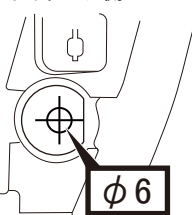

図4 脚部裏面
5. 図4を参照し、①リアルーフスポイラー脚部裏面を洗浄脱脂してから③ペフシートを貼付けます。